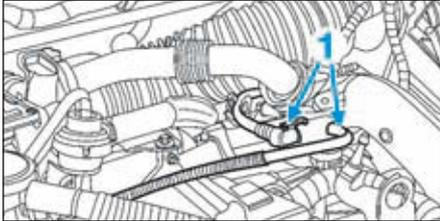

FIG.20
- Débrancher les tuyaux à dépression (1) de la pompe (Fig.20).